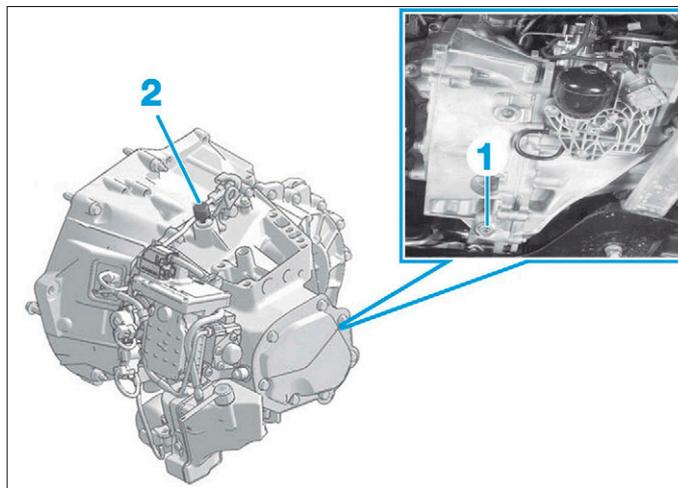

FIG. 1
- le bouchon de vidange (1) et vidanger l'huile (Fig.1).